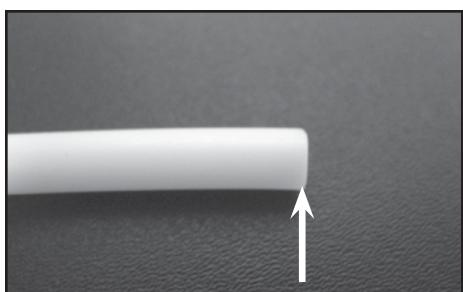
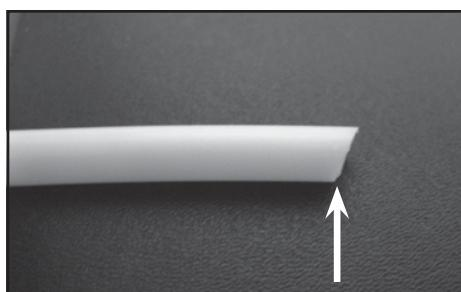
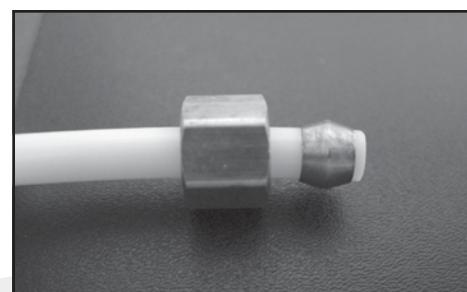

Fig. 1 (correcto)
Fig. 2 (incorrecto)
Fig. 3
7. El dispensador de agua incluye 8 metros (26 pies) de $\frac{1}{4}$ "OD línea de agua flexible. Si se necesita una línea de agua adicional, se puede comprar en su ferretería local. Cortar la longitud deseada para satisfacer sus requisitos de instalación, asegurándose de que ambos extremos de la línea de agua se corten recto / cuadrado (ver fig. 1 y fig. 2). Retire la tuerca de compresión y el anillo de compresión de la válvula e instalar en la línea de agua (ver fig. 3).